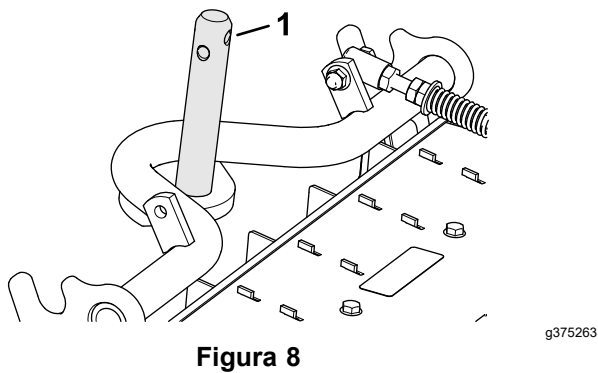

Figura 8
4. Unte el eje del bastidor de tiro con grasa limpia (Figura 8)